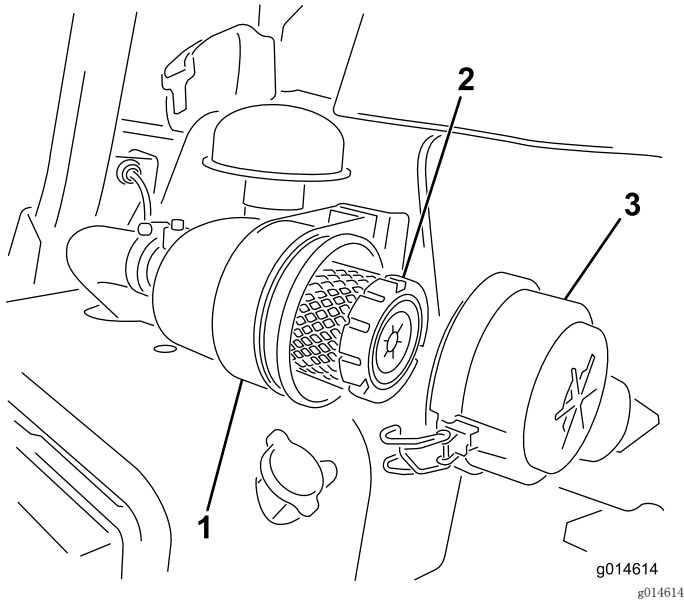

图42
1. 松开将空气滤清器盖固定到空气滤清器壳体上的门锁（图42）。
6. 固定搭扣（图42）。